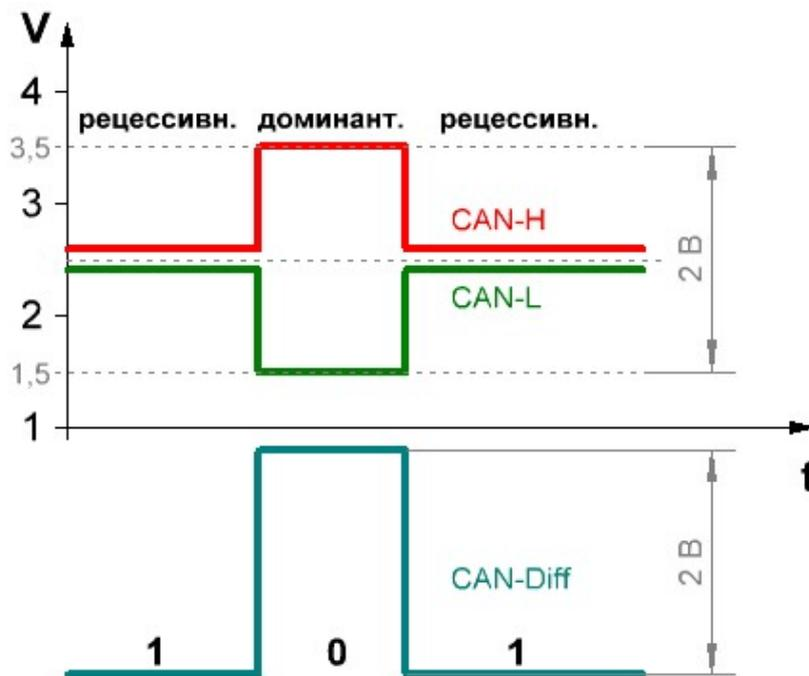

Рисунок 2 – Состояния CAN-шины
CAN-шина может находиться в двух состояниях (рис. 2): рецессивное (логическая 1) и доминантное (0). При одинаковом напряжении на CAN_H и CAN_L состояние рецессивное (холостой ход), при напряжении 1,5 В на CAN_L и 3,5 В на CAN_H, то есть разности в 2 В – доминантное.